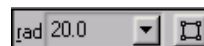

Рис. 1.11.
11. Включіть кнопку **Округлення на кутах об'єкта**  на Панелі розширених команд вводу округлень (рис. 1.11).